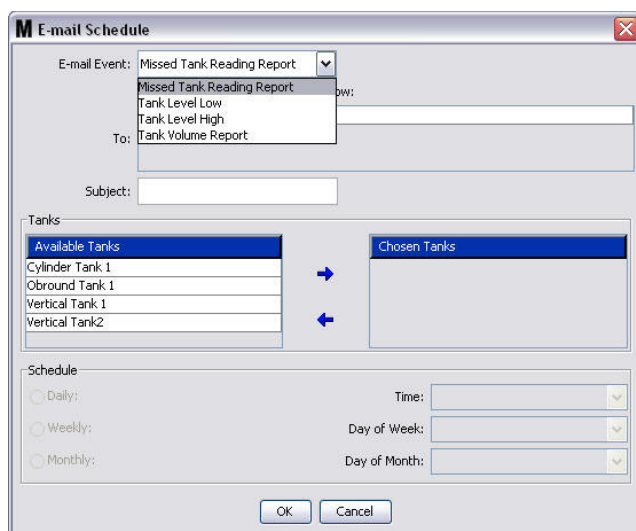

FIG. 141
1. Cliquez sur le bouton Nouvel horaire pour afficher l'écran de Horaire de Courrier électronique (E-mail Schedule) indiqué dans l'annexe FIG. 141.
2. L'écran Horaire Courrier Électronique (E-Mail Schedule) figurant dans FIG. 141 à la page 107 s'affiche. Lorsque vous aurez terminé vos modifications, cliquez sur le bouton OK pour fermer la fenêtre et sauvegarder les modifications.